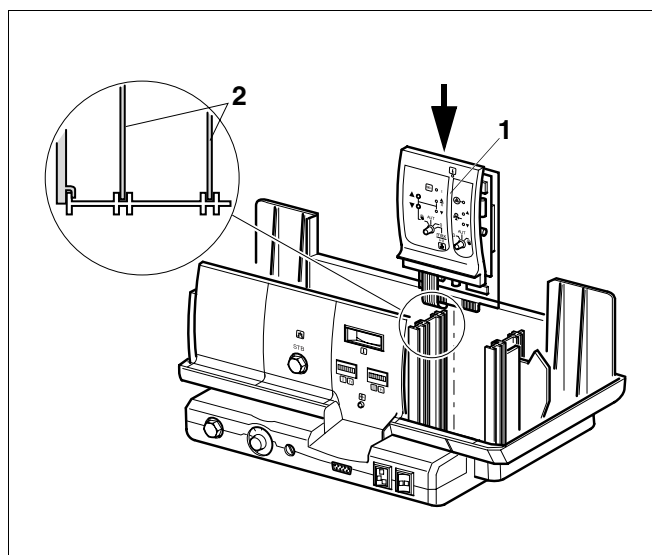

Рис. 3 Установка модуля
- Установите котловой модуль (рис. 3, поз. 1) с платой (рис. 3, поз. 2) сверху в направляющие и вставьте в разъем (рис. 3 )